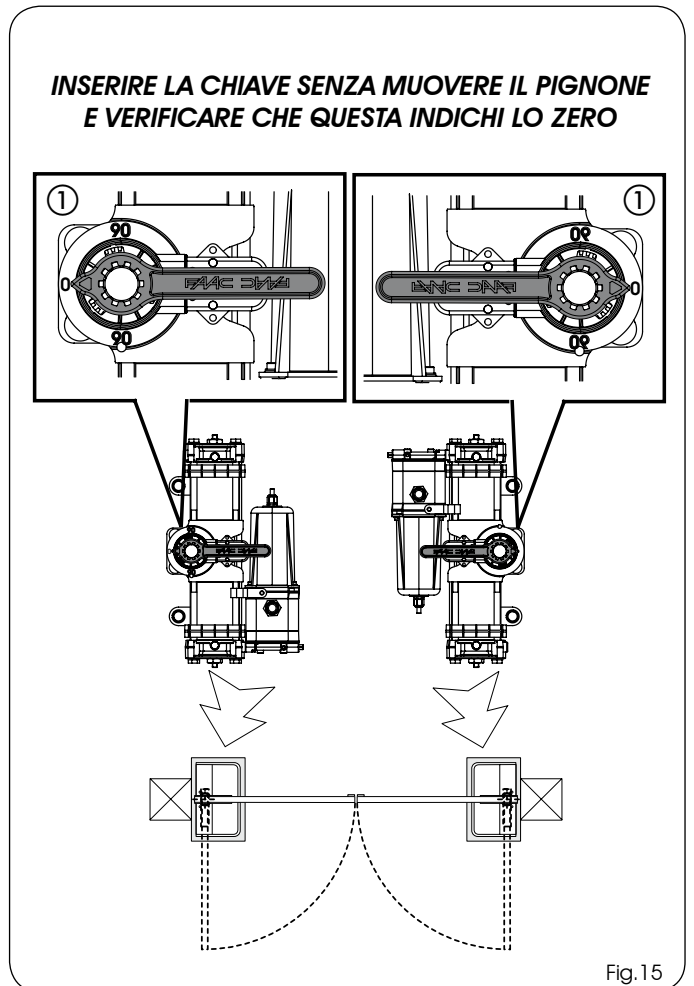

Fig.15
- 6) Senza muovere il pignone inserire sull'operatore la chiave in dotazione come in figura 15, e verificare che questa indichi lo 0 (ZERO) sulla plastica dell'operatore (Fig.15 rif.①), eventualmente ruotare il pignone. (IMPORTANTE PER IL CORRETTO ACCOPPIAMENTO PIGNONE-SBLOCCO MECCANICO IN FASE DI MONTAGGIO).